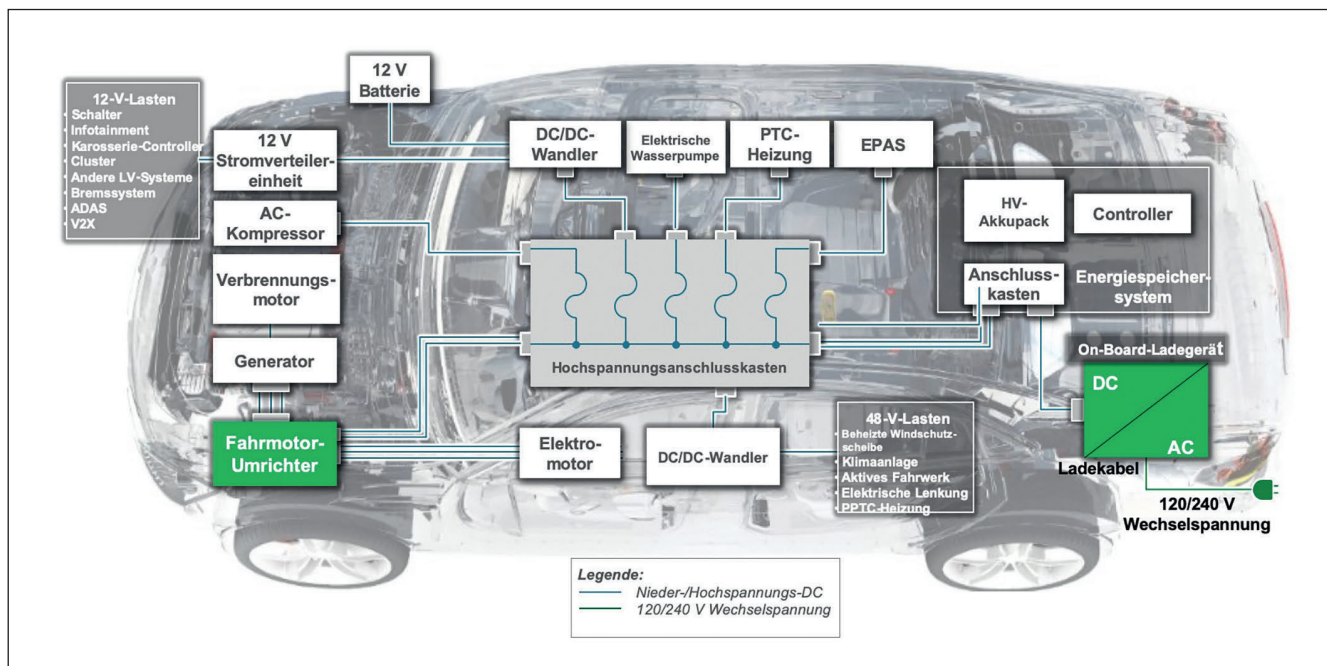

Bild 1: Hybridfahrzeug mit elektrischem Antriebsstrang und Verbrennungsmotor © Littelfuse
**E**in Hybridfahrzeug mit Elektroantrieb und Verbrennungsmotor stellt die größte Herausforderung für Konstrukteure dar: Sie müssen eine Schaltung entwickeln, die sowohl Transienten des Verbrennungsmotors als auch der Hochleistungselektromotoren standhalten kann. Eine Übersicht über die wichtigsten Schaltungsblöcke eines Hybridfahrzeugs ist in Bild 1 dargestellt.